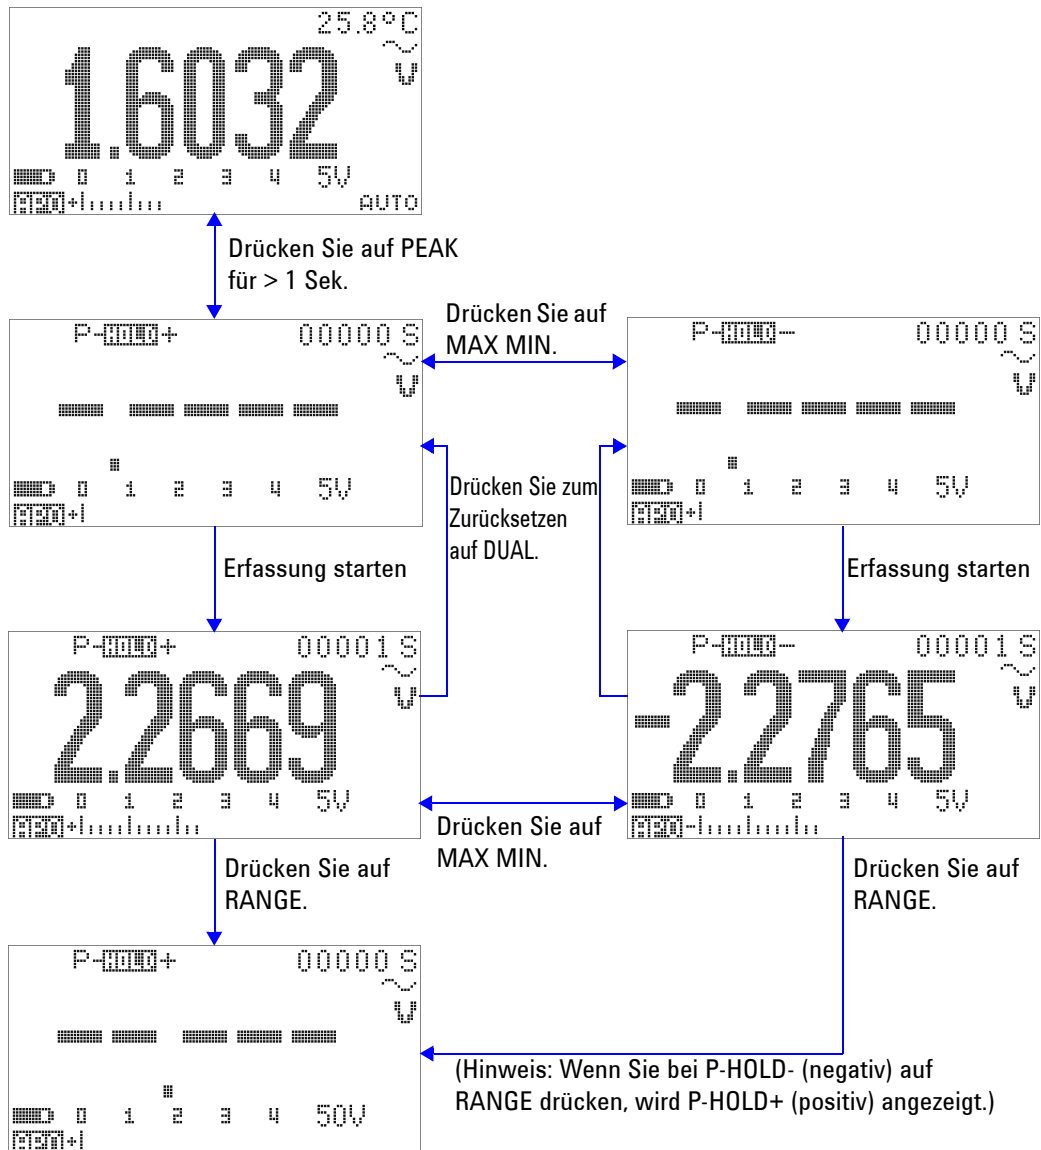

Abbildung 3-7 1-ms-Spitzenwert-Haltemodus
- 4 In dem in Abbildung 3-7 auf Seite 68 aufgeführten Messbeispiel ist der Scheitelfaktor $2,2669/1,6032 = 1,414$.